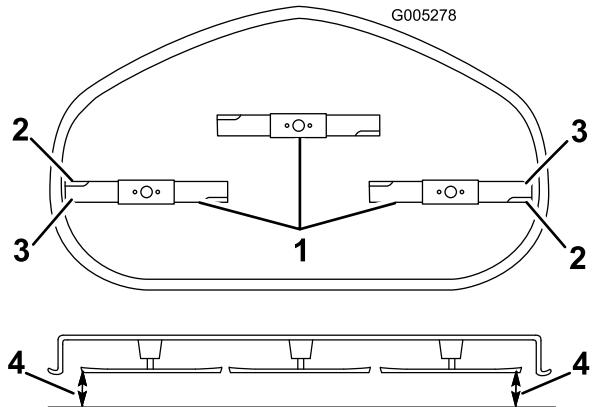

Figura 51
- Gire cuidadosamente las cuchillas hasta que estén todas orientadas lateralmente (Figura 51).
- Mida entre los bordes de corte exteriores y la superficie plana (Figura 51). Si hay una diferencia de más de 5 mm entre ambas dimensiones, se requiere un ajuste; siga con este procedimiento.